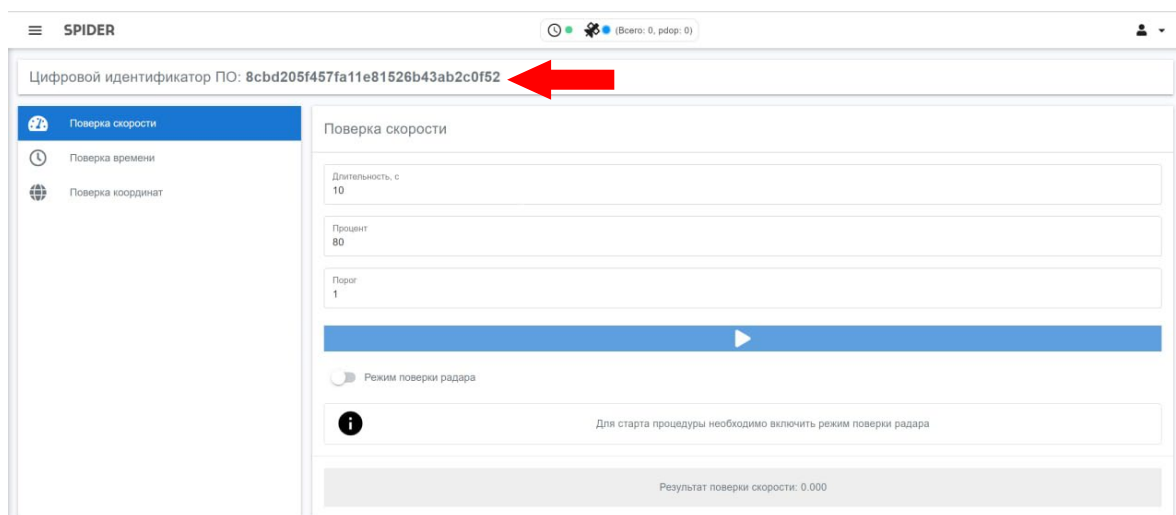

Рисунок 14 – Цифровой идентификатор ПО в разделе «Поверка».
7.5.2. Цифровой идентификатор ПО (эталонная контрольная сумма) отображаются в разделе Web-интерфейса «Поверка» (см. рисунок 14).